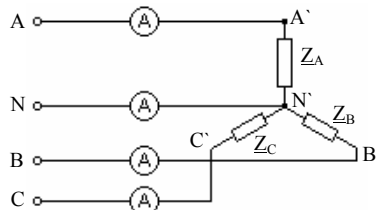

Рис. 9.2
**4. Исходные данные.** К трехфазной сети с симметричной системой линейных и фазных напряжений подключены приемники энергии, соединенные звездой и имеющие сопротивления  $Z_A \neq Z_B \neq Z_C$  (рис. 9.2, табл. 9.4)